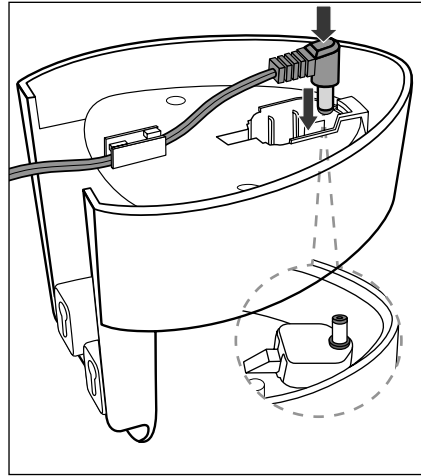

Fig. 2
- Pase primero el cable por la guía para el cable. A continuación, introduzca el conector coaxial **5** en el orificio del soporte mural **3** de forma que quede firmemente encajado (fig. 2).